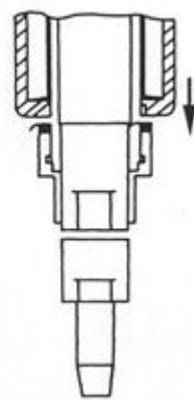

図 3
4. ロックナットをトレーサー本体から緩め、マグネットローラーが緩まぬよう固定してください。(図 3)